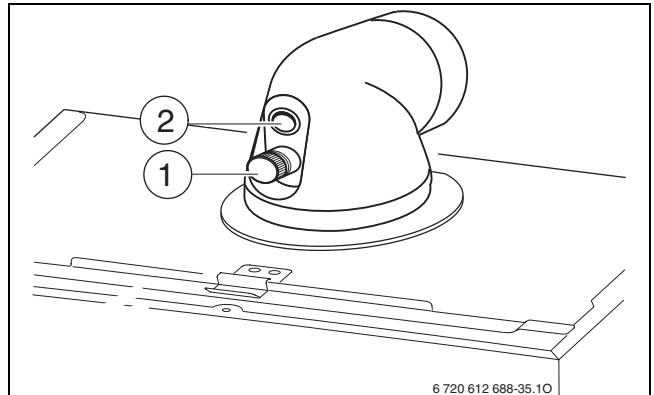

Fig. 44
- ▶ Retirer le bouchon sur la prise de mesure de l'air de combustion (2) (→ figure 44).
- ▶ Retirer le bouchon au niveau de la prise de mesure des fumées (1) (→ figure 44).